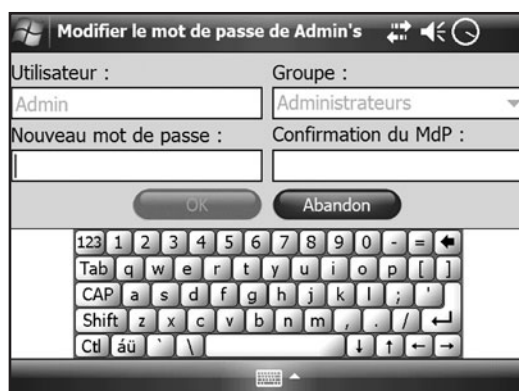

Figure 8-47 : Fenêtre Modifier le mot de passe de <utilisateur>.
2. Appuyez sur **Modifier le mot de passe**. La fenêtre Modifier le mot de passe de <utilisateur> s'ouvre. Reportez-vous à la Figure 8-47.